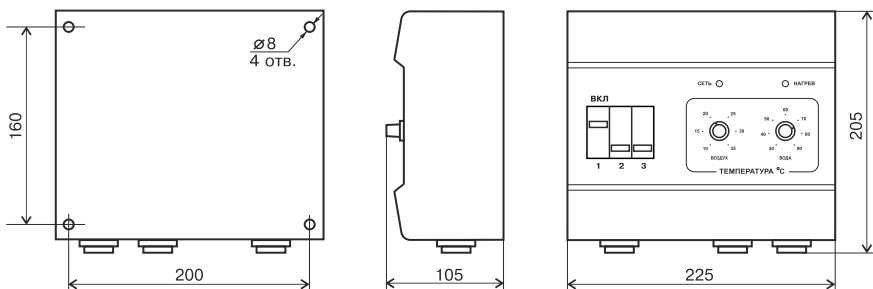

Рис.1 Габаритные и установочные размеры панели управления
4.1. Корпус панели управления состоит из основания и крышки (Рис.1). На основании установлен вводной автомат, коммутатор нагрузки и монтажные колодки. На крышке установлена плата управления. Крышка крепится к основанию четырьмя винтами. Корпус панели изготовлен из листового металла толщиной 1 мм и окрашен полимерной краской. На передней панели расположены вводной автомат, регуляторы температуры воды и воздуха, светодиоды «СЕТЬ» и «НАГРЕВ».